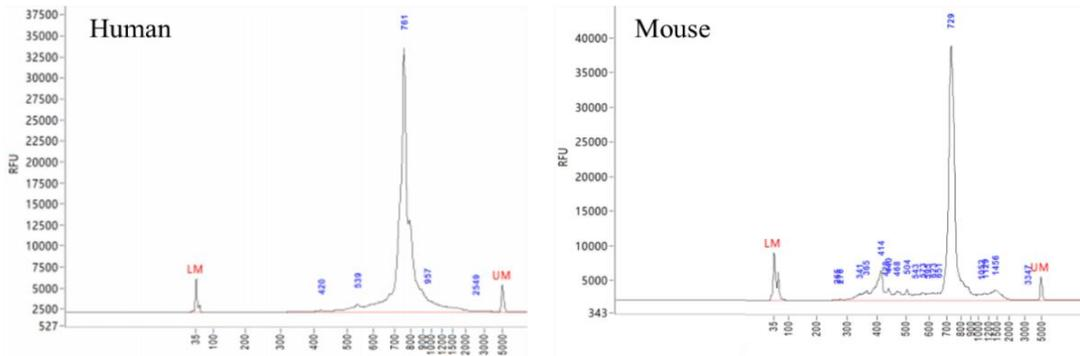

图 8 全长 BCR 二轮富集产物质检图
- 3) 质检结果请参照图 8，显示一条特异条带，人源特异条带在 750 bp 左右，鼠源特异条带在 700bp 左右。